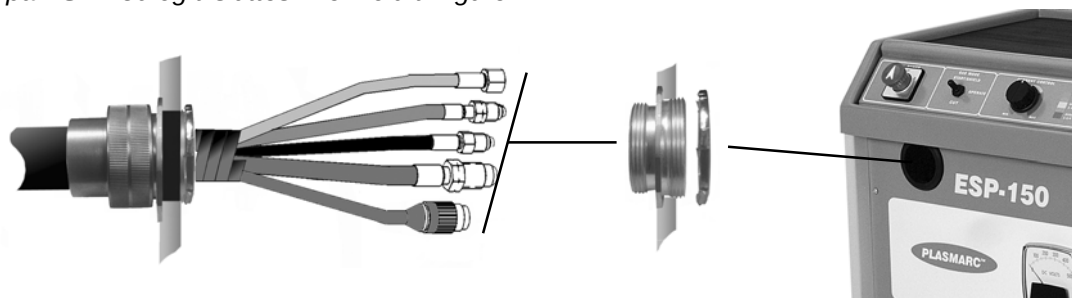

Fig. 8. Hvis der skal benyttes mekanisk drift med skærmet lige brænder, fjernes gummitætningen, kraven føres ind i frontpladen, og der spændes med låsemøtrik.
- a. Hvis der kun kræves buetændingssignal, skal den håndholdte fjernstyringsomkobler (tilbehør) tilsluttes brænderstyreudtaget, på tilslutningspanelet foran på strømkilden, se fig. 8.